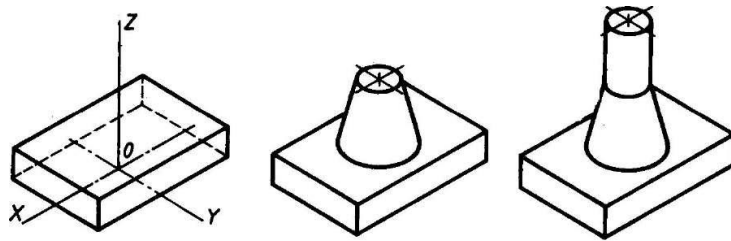

Рис. 2 Построение изометрической проекции детали на основе последовательного приращения объемов
2. Способ построения изометрической проекции на основе последовательного приращения (добавления) объемов применяется для выполнения изометрического изображения детали, форма которой получена из нескольких объемов, соединенных определенным образом друг с другом (рис. 2).